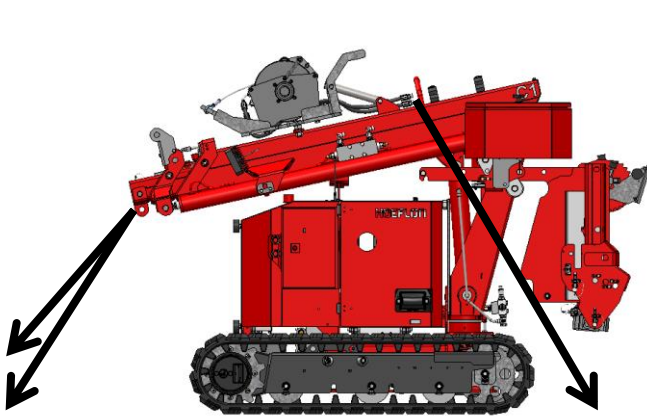
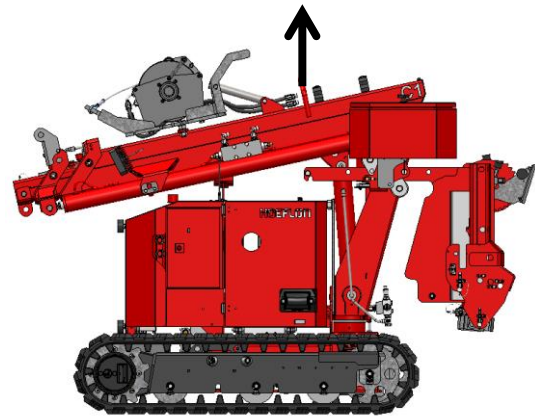

Abbildung 56
Abbildung 57
- Stellen Sie den Hauptschalter am Schaltkasten in Stellung (0).
- Sichern Sie die Maschine mit vier Spanngurten. Befestigen Sie zwei Spanngurte an der Öse unten am Mast (siehe Abbildung 56) und ziehen Sie diese nach vorne (einen Gurt nach links und einen nach rechts vorne). Befestigen Sie anderen beiden Spanngurte an der Öse oben am Mast (siehe Abbildung 57) und ziehen Sie diese nach hinten (einen Gurt nach links und einen nach rechts hinten).
- Heben Sie den Kompaktkran mit Hebegurten oder Ketten mit einer Kapazität von mindestens 2000 kg. Montieren Sie diese am Hebepunkt des Auslegers (siehe Abbildung 57).